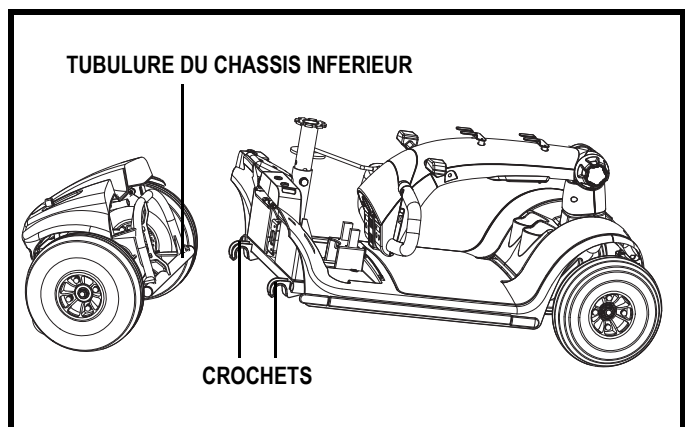

Figure 24. Séparation des sections
4. Soulevez la section avant afin de complètement dégager et séparer les crochets de la section arrière. **Voir figure 24.**
5. Séparez lentement les sections. **Voir la figure 24.**
1. Positionnez les sections. **Voir la figure 24.**
2. Prenez le levier de blocage pour soulever la section avant en alignant les crochets de section avant avec les tubes de la section arrière. **Voir la figure 24.**